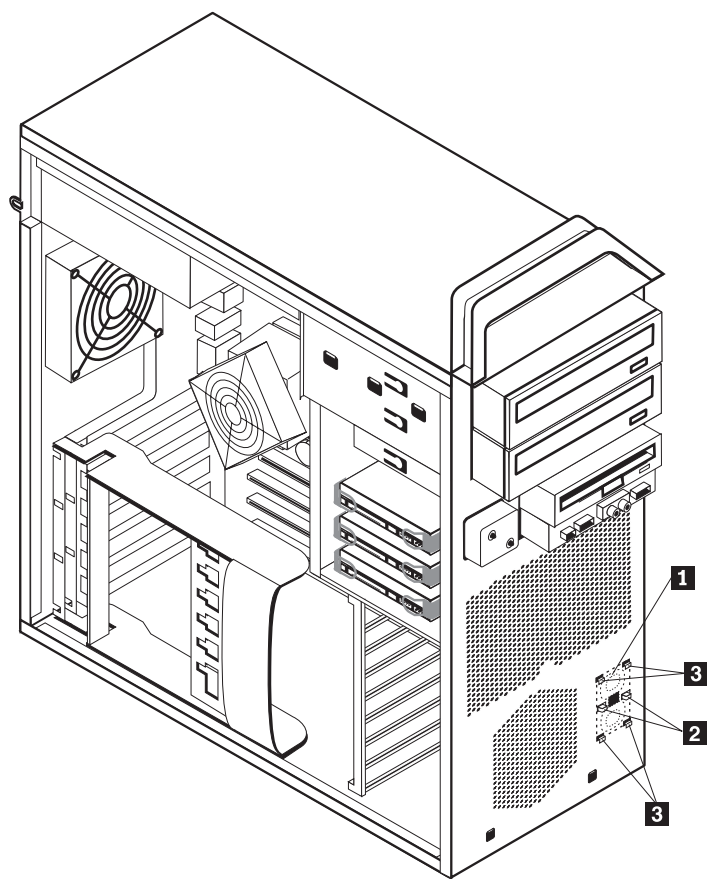

Figura 28. Extracción del altavoz interno
5. Utilice un objeto romo (como por ejemplo, la parte superior de un bolígrafo) para liberar una de las pestañas de bloqueo del altavoz interno **2** y deslice hacia arriba ese lado del altavoz **1** lo suficiente para mantener la pestaña de bloqueo libre. A continuación libere la otra pestaña de bloqueo y deslice el altavoz interno hacia arriba hasta extraerlo. Consulte la Figura 28 en la página 43.